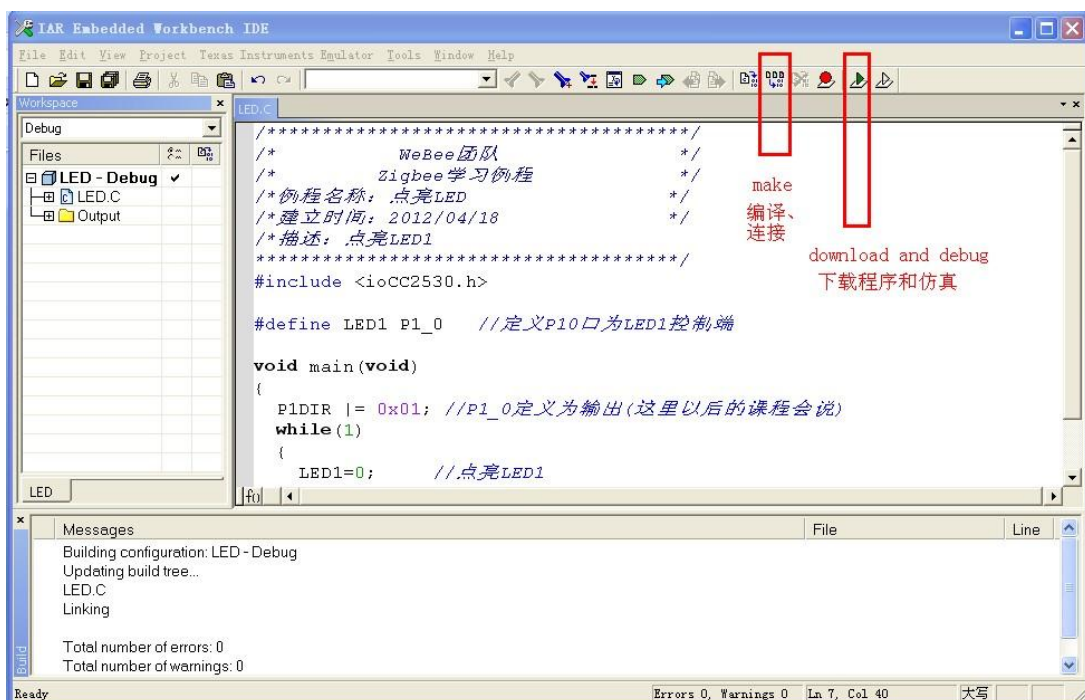

图 1.37
**第六步:** Project-Make 编译后显示 0 错误和 0 警告。将网蜂 CC DEBUGGER 和开发板连接好，然后点击:Project-Download and Debug (下载与仿真)。快捷键如图 1.37 所示: